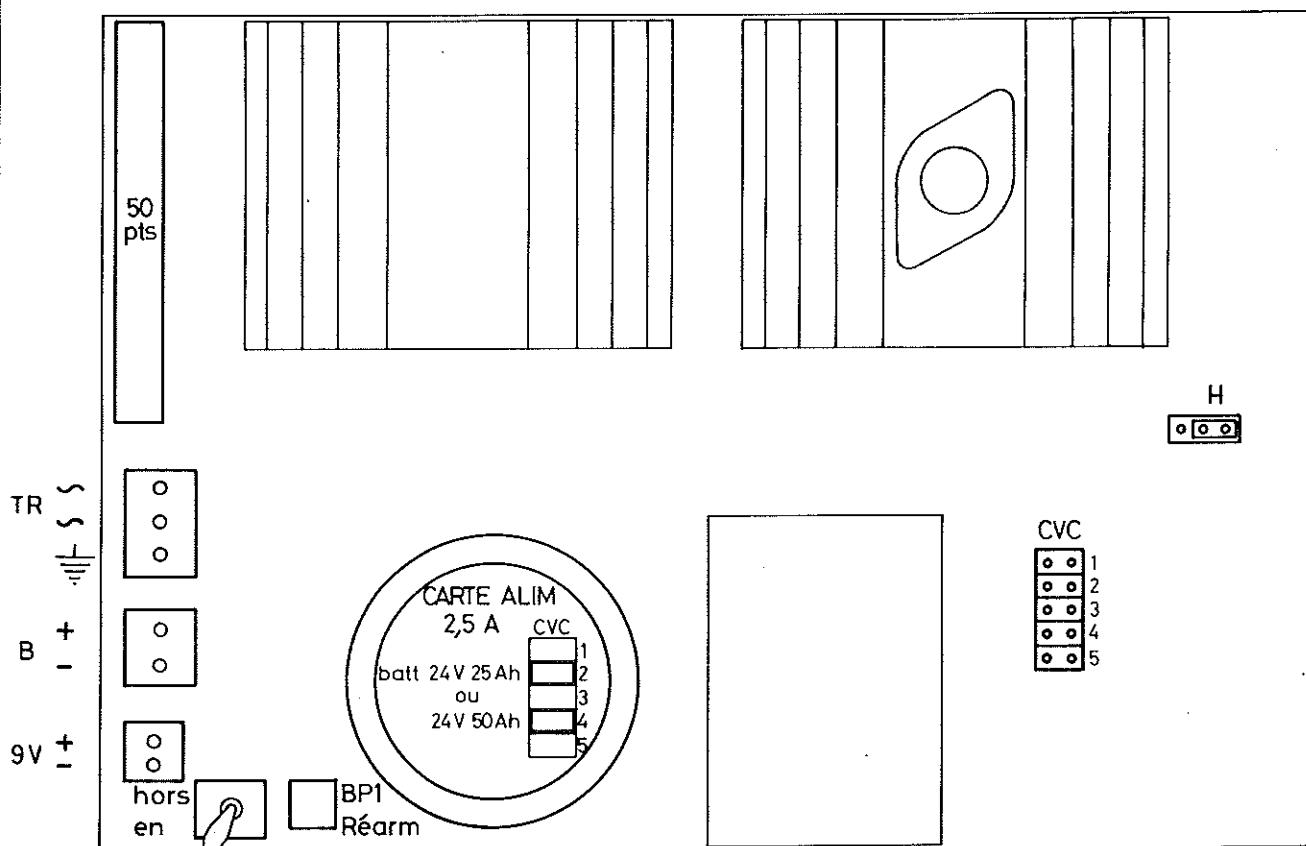

fig 6
- 11- Vérifier que la position du cavalier de la carte alimentation correspond aux batteries utilisées (Fig. 6). Ce cavalier a cinq positions possibles :
- 12- Vérifier que l'interrupteur situé sur la carte alimentation est basculé vers le bas (Fig. 6).
Appuyer sur le bouton poussoir de démarrage situé sur la carte alimentation (Fig. 6).